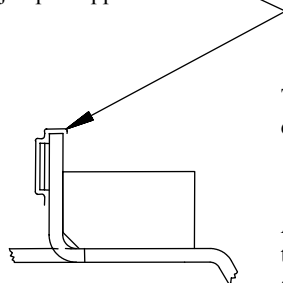

Figure 2 –
Figure 2 view
Fig. 2 view area
3. Raise hitch into position and check side to side clearance with frame. Tape 1/2" washers to hitch as necessary to eliminate gap, (Figure 2).
Partie agrandie à la figure 2
3. Soulever l'attelage en position en vérifiant les dégagements sur les côtés par rapport au châssis. Avec du ruban adhésif, fixer à l'attelage autant de rondelles de 1/2 po qu'il le faut pour éliminer le jeu (voir figure 2).
Fig. 2 área de visión